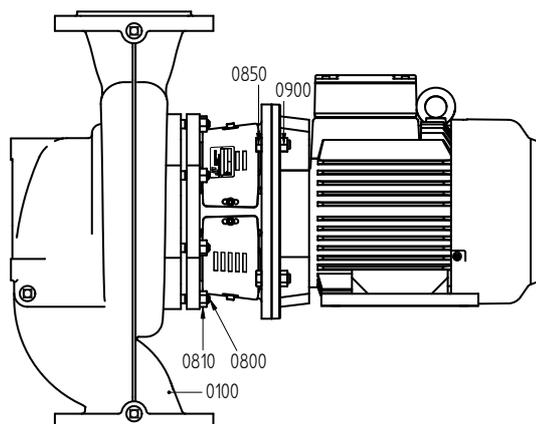
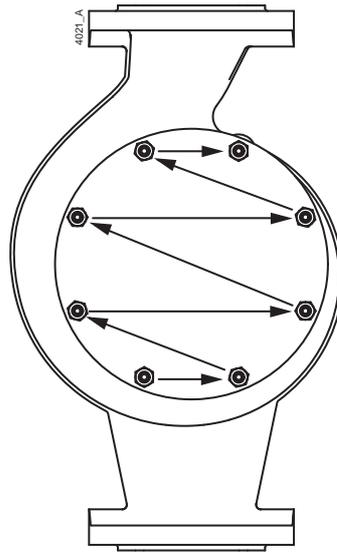

Figure 5: Démontage de l'unité Back Pull Out.
Figure 6: Séquence de desserrage des écrous de fixations de la pièce-lanterne.
- 1 Desserrez les écrous de fixation (0810) de la pièce-lanterne, voir la figure 5. Si la pompe se trouve toujours dans la tuyauterie, commencez par le fond et continuez vers le haut sur les deux côtés, voir la figure 6.